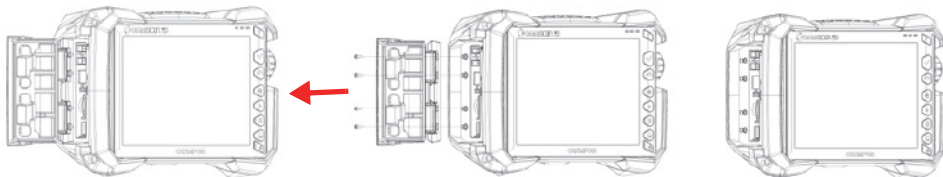

Figura 2-9 Rimozione dello sportellino del vano
1. Aprire lo sportellino del vano sul pannello a sinistra dell'OmniScan X3 e, utilizzando un cacciavite a croce, svitare le quattro viti e rimuovere lo sportellino del vano (Figura 2-9 a pagina 38).